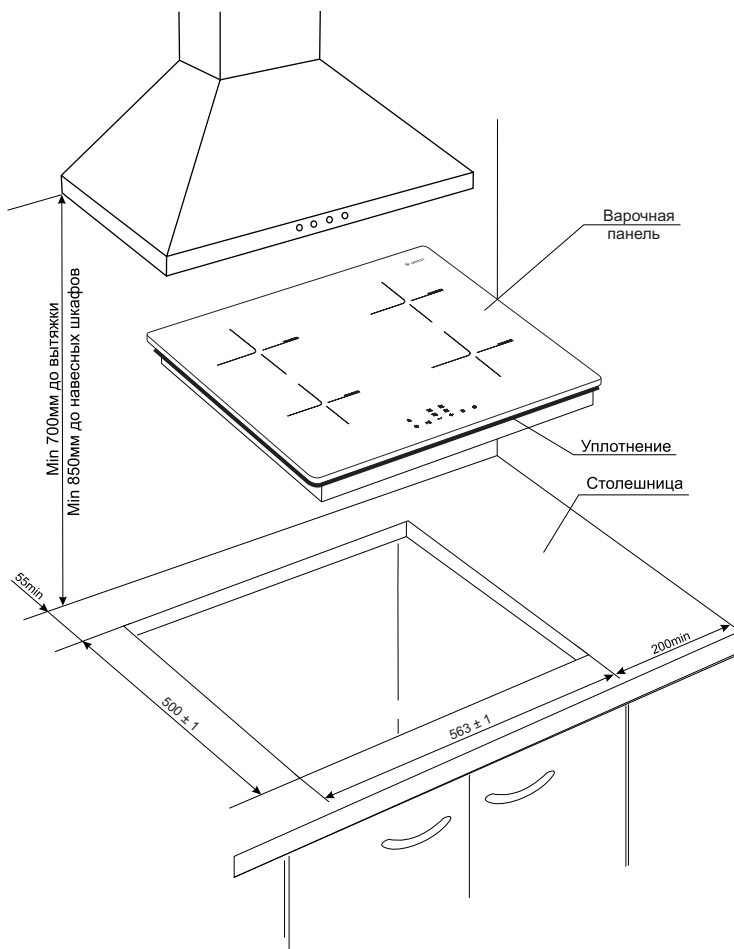

Рис. 5
1. Точно разметить на столешнице контур проема под варочную панель (рис. 5). Толщина столешницы - min 30 мм, max 50 мм.
3. По краю внутренней стороны стеклокерамической пластины приклеено уплотнение (рис. 5).